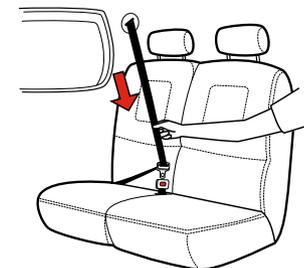

Figure 15
- Ceinture sous-abdominale/baudrier avec loquet coulissant – La ceinture baudrier est montée sur un enrouleur qui tire automatiquement la ceinture lorsqu'elle est relâchée, tel qu'illustré dans la **Figure 15**. Le loquet coulissant glisse librement le long de la sangle de la ceinture, tel qu'illustré dans la **Figure 15a**.